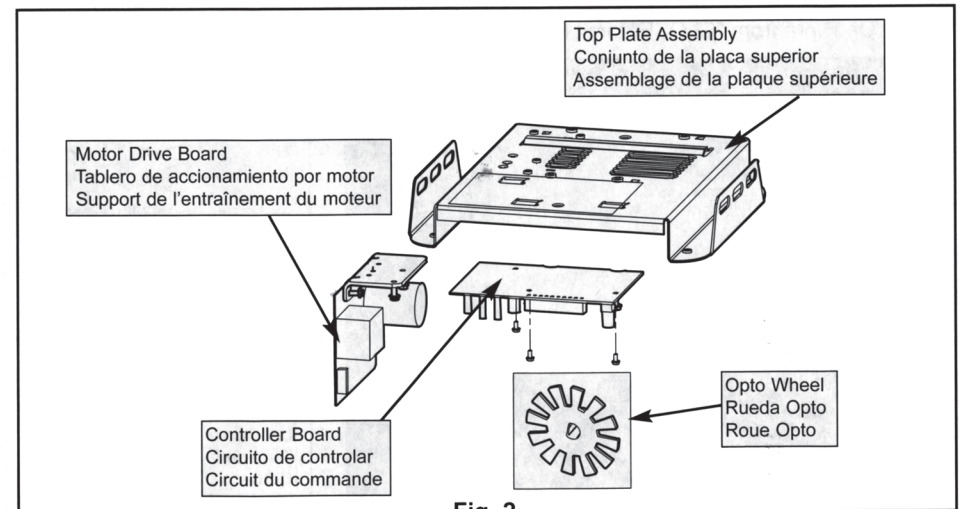

Fig. 2
5. Remove Controller Board (Fig. 2)
6. Install new Controller Board (Fig. 2)
5. Quitar el tablero regulador (Fig. 2)
6. Instalar el nuevo tablero regulador con la conexión de antena externa (Fig. 2)
5. Enlever la carte du contrôleur (Fig. 2)
6. Installer une nouvelle carte de contrôleur dotée d'une connexion d'antenne externe (Fig. 2)